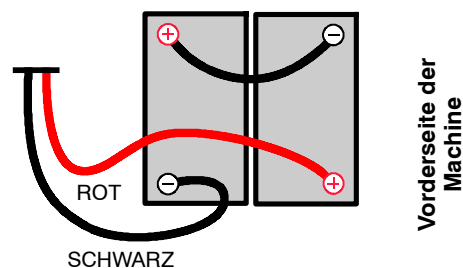

ABB. 2
2. Stellen Sie die Batterien mit ausreichenden Hilfskräften vorsichtig in das Batteriegehäuse. Ordnen Sie die Batterien, wie angegeben, an (Abbildung 2).
3. Verwenden Sie die mitgelieferten Isolierungen der Batteriepole und verbinden Sie die Kabel, wie angegeben, mit den Batteriepolen (Abbildung 2). Verbinden Sie das schwarze (-) Batteriekabel zum Schluss. Verwenden Sie bei Arbeiten in der Nähe von Batterien isolierte Werkzeuge.